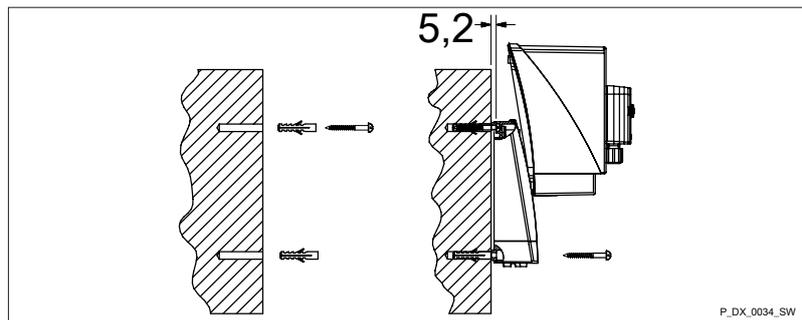

Fig. 6: Montaggio su una parete, posizione di parcheggio - Misure in mm (non in scala).
2. ➤ Realizzare i fori con \varnothing 8 mm e inserire i tasselli forniti in dotazione - vedere Fig. 6.